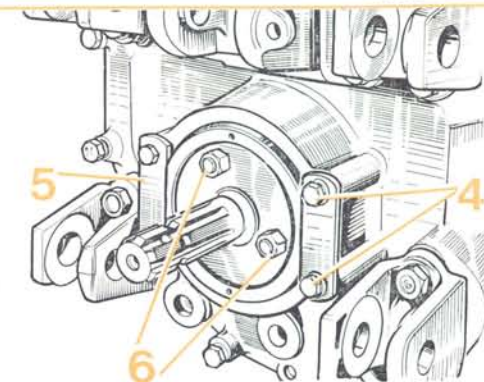
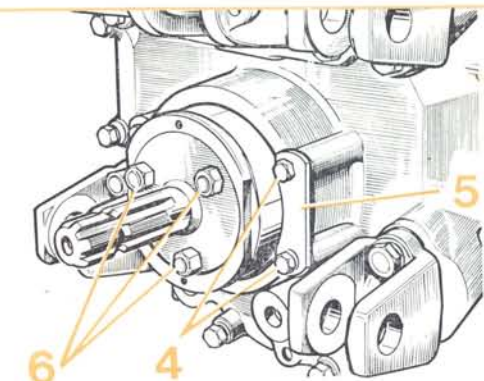

FIG. 22
FIG. 23
entraînement de la prise de mouvement 540 tr/mn à 1937 tr/mn du moteur (arbre de prise de force tiré fig. 23).
1.000 tr/mn à 2.038 tr/mn du moteur (arbre de prise de force poussé fig. 22).
Pour passer de position 1.000 tr/mn (fig. 22) en position 540 tr/mn (fig. 23), dévisser les quatre vis de maintien (4) des plaquettes (5) ; sortir ces plaquettes et tirer l'arbre de P.D.F. (fig. 23) ; remettre ensuite les plaquettes de maintien avec leurs vis de fixation (4).
Inversement, pour passer de position 540 tr/mn en position 1.000 tr/mn, repousser l'arbre de P.D.F. Remettre ensuite en place les plaquettes et leurs vis de fixation (fig. 22).